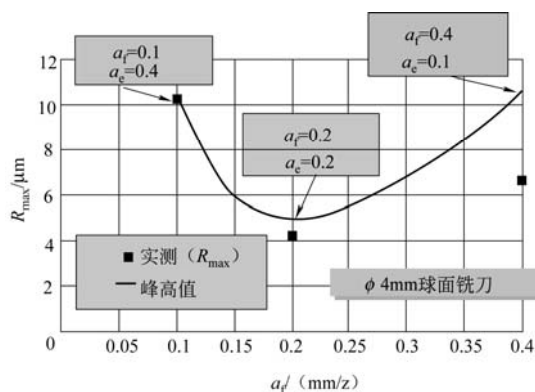

图 1-17 径向切削深度与每齿进给量对表面粗糙度的影响
(2) 选择径向切削深度 在应用球头铣刀进行精加工曲面时，为了获得较好的表面粗糙度以减少或省去手工抛光，径向切削深度最好和每齿进给量相等，这样加工出的表面纹理比较均匀，而且表面质量很高，如图 1-17 所示。